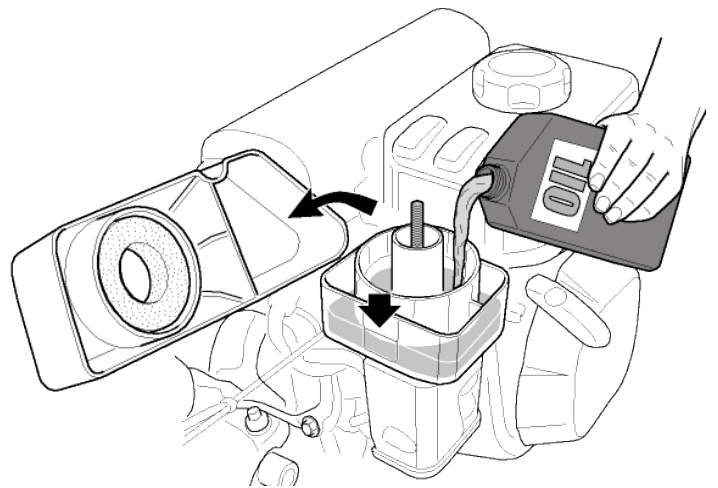

Figura 4a
- Svitare il dado ad alette e rimuovere il coperchio del filtro (Vedere figura 4A).